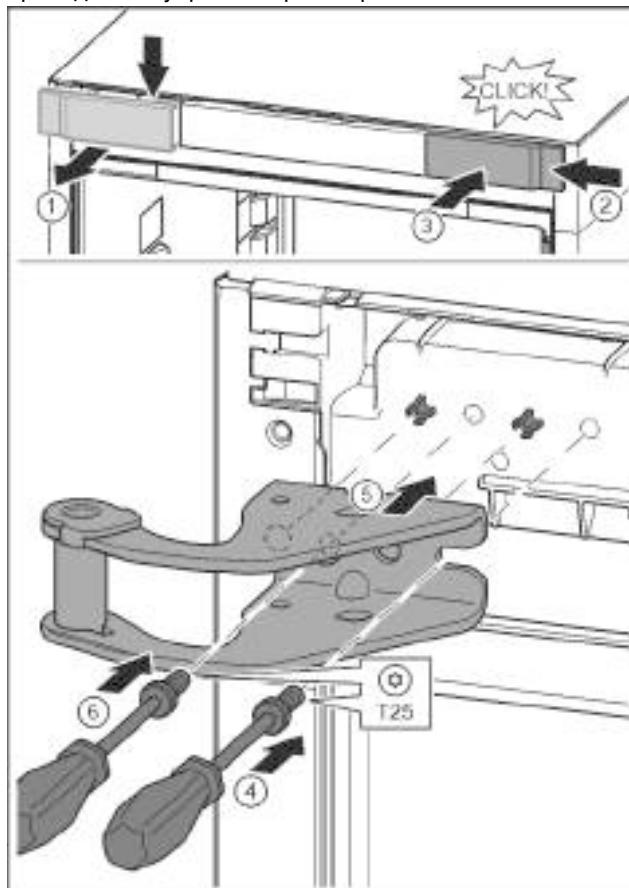

Fig. 13
- Отпустить крышку и снять сбоку. *Fig. 13 (1)*
- Навесить крышку, повернув ее на 180°, справа с другой стороны. *Fig. 13 (2)*
- Крышку зафиксировать. *Fig. 13 (3)*
- Установить винт отверткой T25. *Fig. 13 (4)*
- Установить верхний опорный кронштейн. *Fig. 13 (5)*
- Затянуть винт. *Fig. 13 (4)*
- Вставить и затянуть винт отверткой T25. *Fig. 13 (6)*